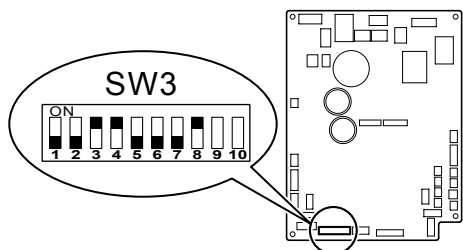

Fig. 6-2
6.2. Instelling van de ingebouwde binnenunit (moet worden uitgevoerd) (Fig. 6-2)